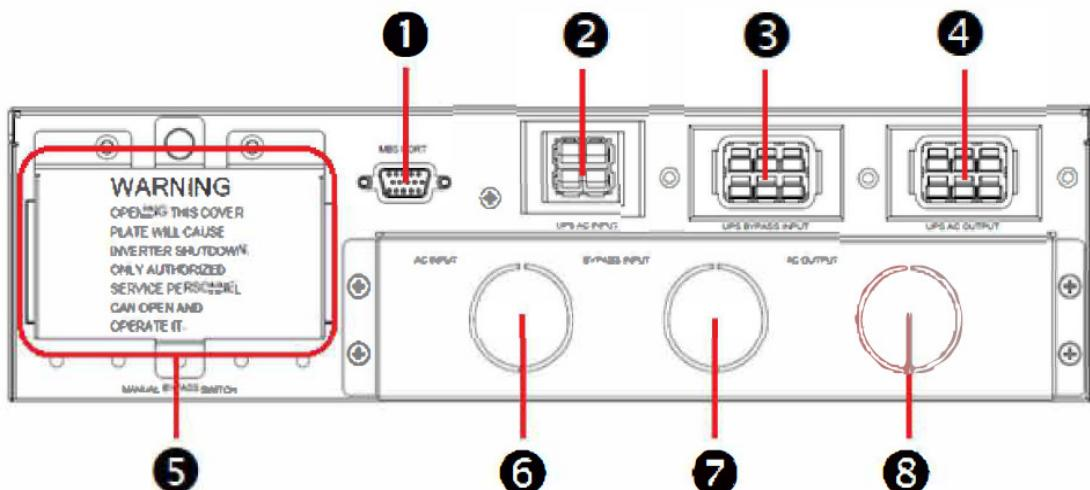

Рисунок 4-1. Задняя панель БСБ
Шаг ①: Прикрепите входящие в комплект кронштейны с проушинами к БСБ и убедитесь, что все винты надежно затянуты. См. **Рисунок 4-1.**